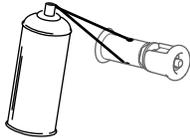

Figure 22
1. Pulvérisez du dégrissant en aérosol dans le trou supérieur et inférieur de chaque goupille rapide (Figure 22).